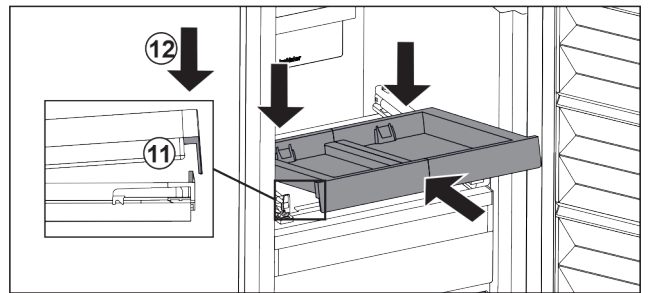

Fig. 93
- ▶ Inserire in modo inclinato. Assicuratevi che l'arresto sia dietro la linguetta su entrambi i lati. Fig. 93 (11)
- ▶ Abbassare il ripiano estraibile nella parte anteriore. Fig. 93 (12)